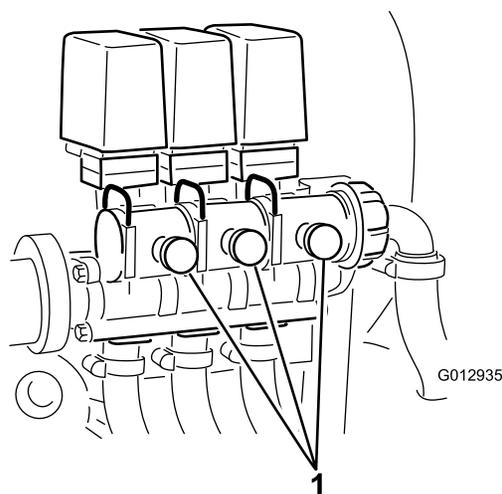

Figura 24
9. Regolate la valvola di bypass della barra (Figura 24) posta sul lato posteriore della valvola di comando della barra che avete disattivato, finché il misuratore di pressione non mostra un valore identico a quello rilevato alla voce 7.